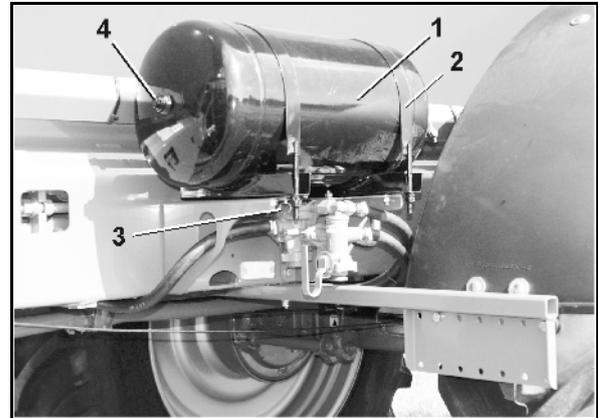

Fig. 90
2. Schrauben Sie das Entwässerungs-Ventil (Fig. 90/3) aus dem Luftbehälter heraus und reinigen Sie den Luftbehälter, wenn Sie Verschmutzungen feststellen.